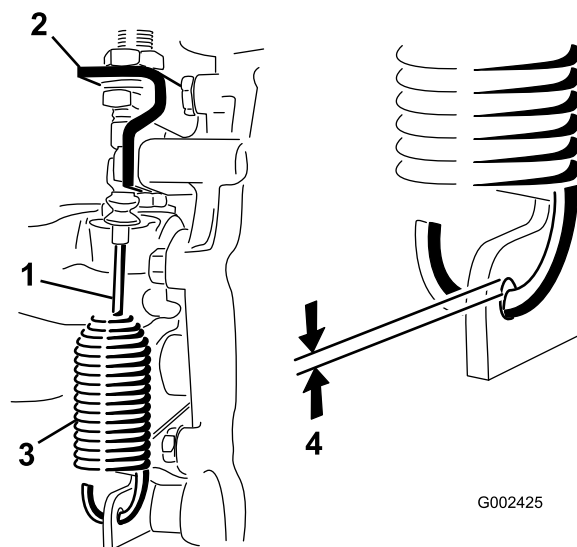

図 56
2. デファレンシャル・ロック・ケーブルをトランスアクスルのブラケットに固定しているジャムナットをゆるめる (図 56)。